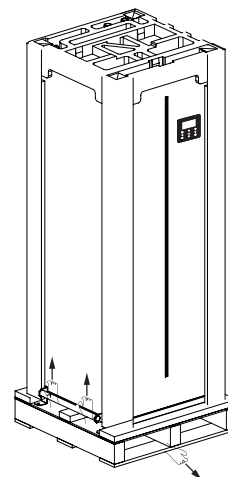

Abb. 2-4
- Heben Sie das Gerät an und bewegen Sie es vorsichtig nach oben, während Sie den Holzsockel entfernen (siehe Abb. 2-4).